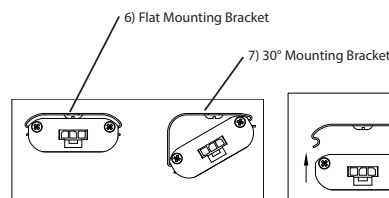

Fig. 3
Note : L'unité est fournie avec supports de montage plats (6) et à angle de 30° (7). Avant l'installation, déterminer quelle méthode est préférable. Voir la fig. 3.
Note: Unit is supplied with flat mounting brackets (6) and 30° mounting brackets (7). Prior to installation, determine which mounting method you prefer. See Fig. 3
Nota: La unidad se suministra con abrazaderas de montaje (6) planas y de 30° (7). Antes de la instalación, determine qué método de montaje usted prefiere. Vea fig. 3